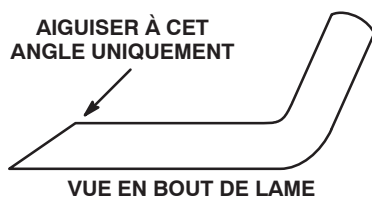

Figure 91
3. Examinez les tranchants de toutes les lames et aiguissez-les s'ils sont émoussés ou ébréchés. N'aiguissez que le haut du tranchant et conservez l'angle de coupe d'origine pour obtenir une coupe nette (Fig. 91). Limez la même quantité de métal sur chacun des deux tranchants pour ne pas déséquilibrer la lame.